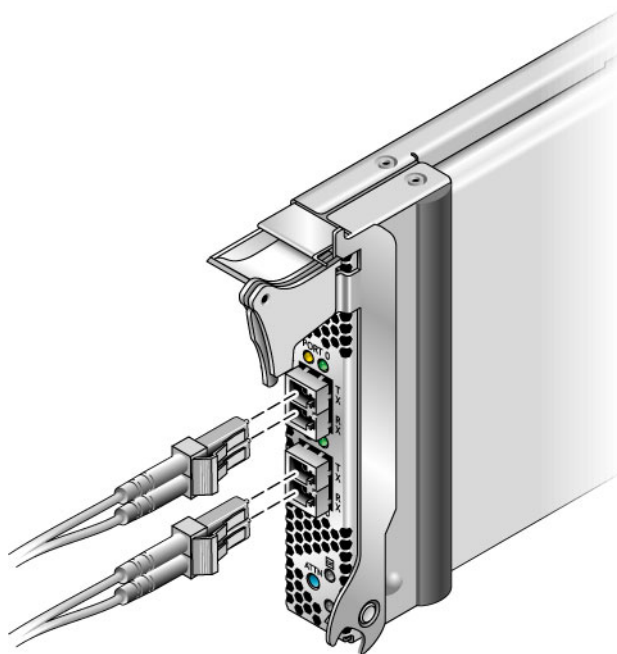

図 2-2 光ケーブルの接続
1. 光ファイバケーブルを HBA の LC コネクタに接続します (図 2-2 を参照)。